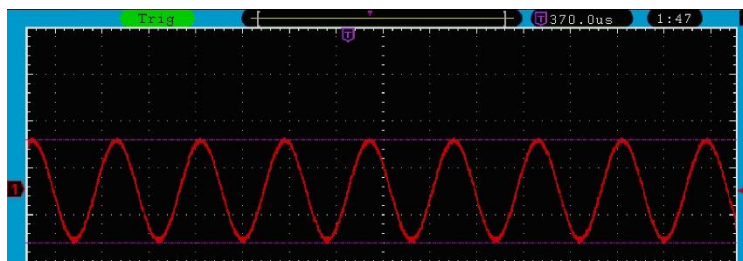

Fig. 71 Forma de onda de la medición de tensión del cursor
4. De acuerdo con la forma de onda medida, ajuste las posiciones del Cursor1 y Cursor2 con la perilla **VERTICAL POSITION** del CH1 y CH2. La ventana de incremento del cursor en la parte inferior izquierda de la forma de onda muestra el valor absoluto de la diferencia de tensión entre el cursor 1 y el cursor 2, y la posición actual de los dos cursores (observe **fig. 71**).